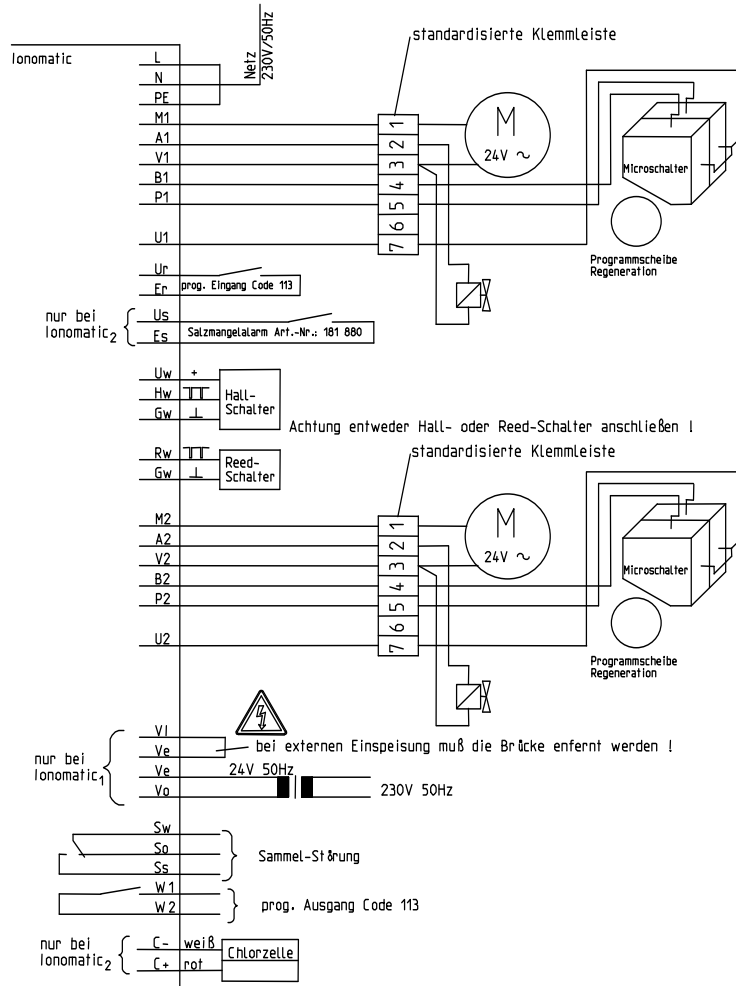
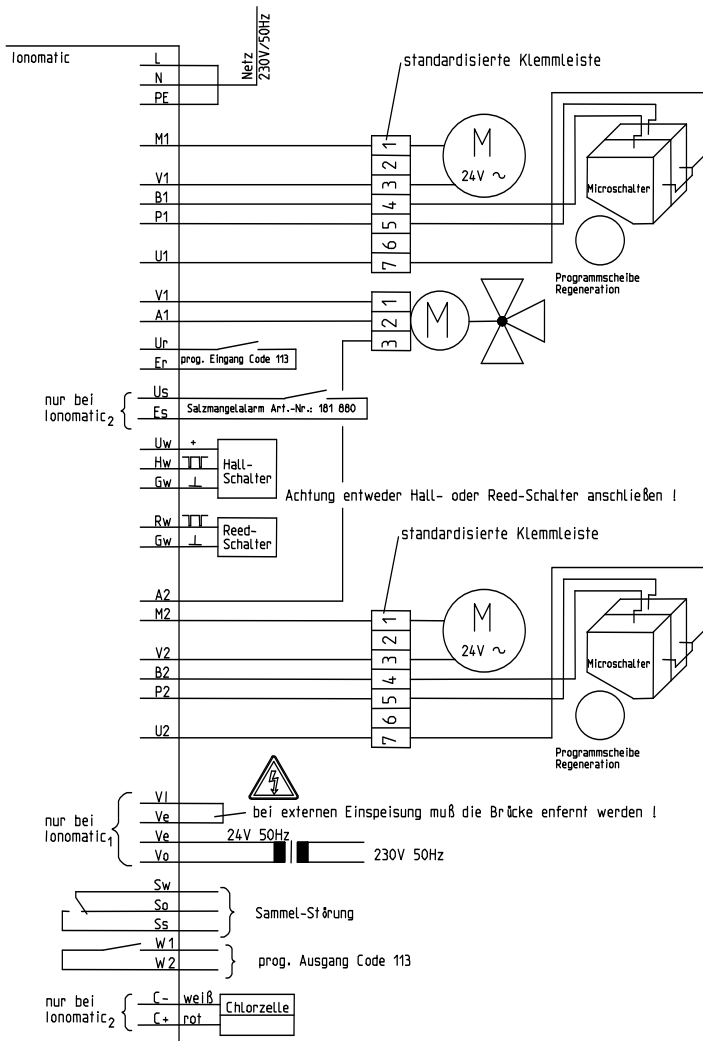
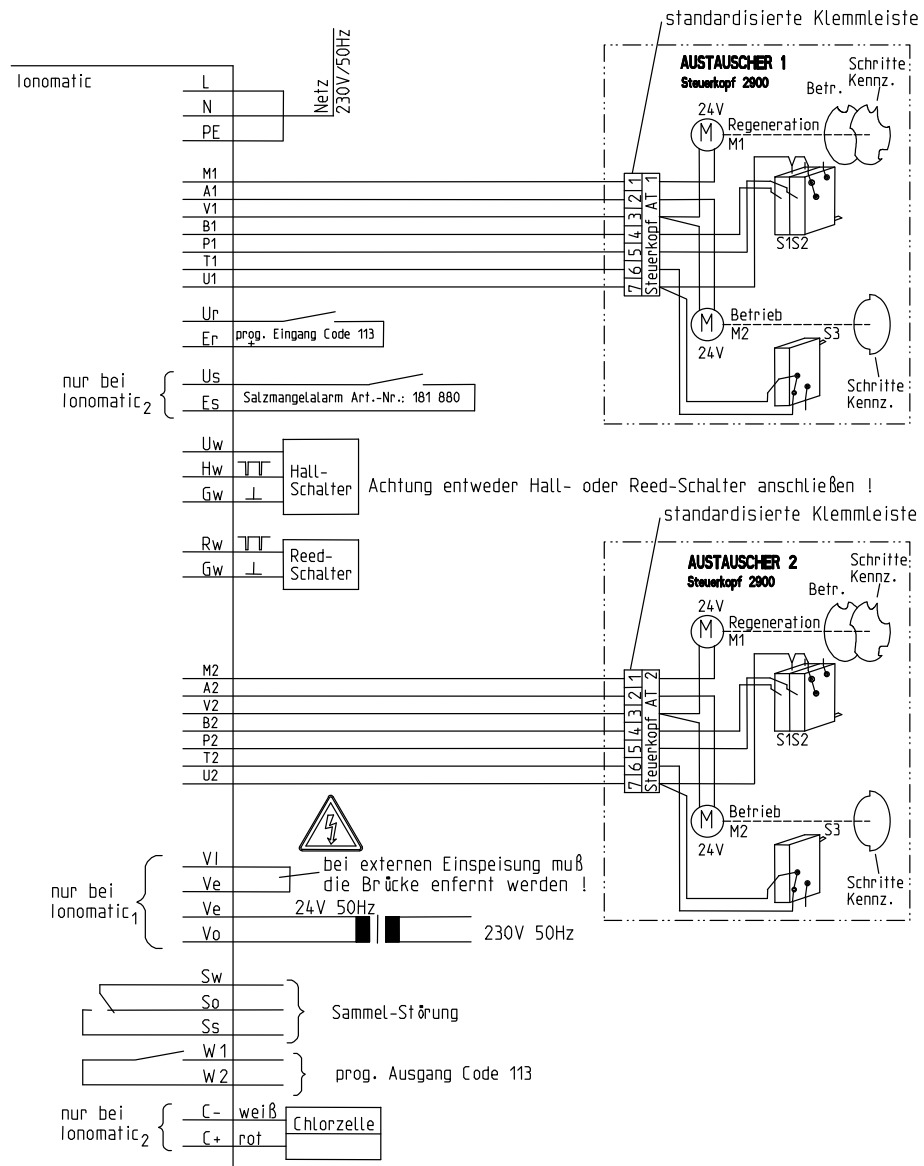

Abb. D-7: Klemmenplan für kleine Anlagen (Anschlussnennweiten ¾" und 1")
Abb. D-9: Klemmenplan mittlere Anlagen (Anschlussnennweite 1½")
Abb. D-10: Klemmenplan für große Anlagen (Anschlussnennweite 2")
Die Steuerelektronik ist mit dem mitgelieferten Befestigungssatz an der Anlage zu befestigen (zur Orientierung siehe Abb. D-6 (b) für kleine Anlagen, Abb. D-2 für mittlere und große Anlagen) und nach den Klemmenplänen in Abb. D-7, Abb. D-9 bzw. Abb. D-10 anzuschließen.
2. Siebenadriges Kabel zwischen Steuerköpfen und Steuerelektronik verlegen und gemäß Klemmenplan (Abb. D-7) anschließen.
3. Kabel mit Gerätesteckdosen: Gerätesteckdosen mit Magnetventilen verbinden, Kabel zu Steuerköpfen führen und gemäß Klemmenplan (Abb. D-7) anschließen.
6. Wasserzähler gemäß Klemmenplan (Abb. D-7) anschließen.
8. Siebenadriges Kabel zwischen Steuerköpfen und Steuerelektronik verlegen und gemäß Klemmenplan (Abb. D-9) anschließen.
9. Dreiadriges Kabel zwischen Steuerelektronik und Stellantrieb verlegen und gemäß Klemmenplan (Abb. D-9) anschließen.
12. Wasserzähler gemäß Klemmenplan (Abb. D-9) anschließen.
- 15. Gemäß Klemmenplan (Abb. D-10) anschließen.
- 17. Wasserzähler gemäß Klemmenplan (Abb. D-10) anschließen.